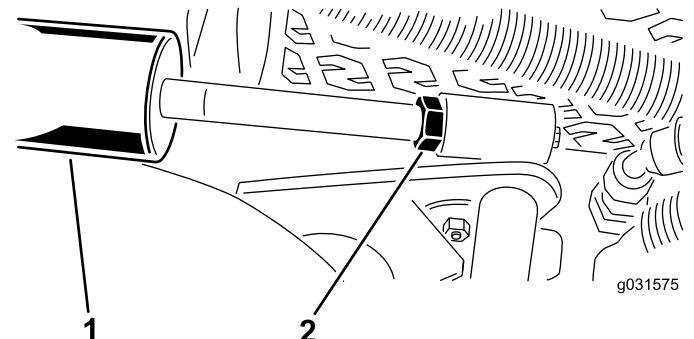

Figura 14
A. Baje las unidades de corte y afloje la contratuerca del cilindro (Figura 14).